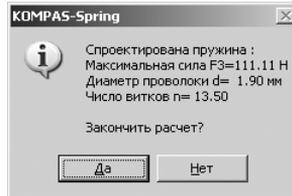

Рис. 4.38. Диалоговое окно **KOMPAS-Spring**
- щелкните в диалоговом окне **Результаты расчета** по кнопке **ОК** (см. рис. 4.13). Появится диалоговое окно **KOMPAS-Spring**, см. рис. 4.38;